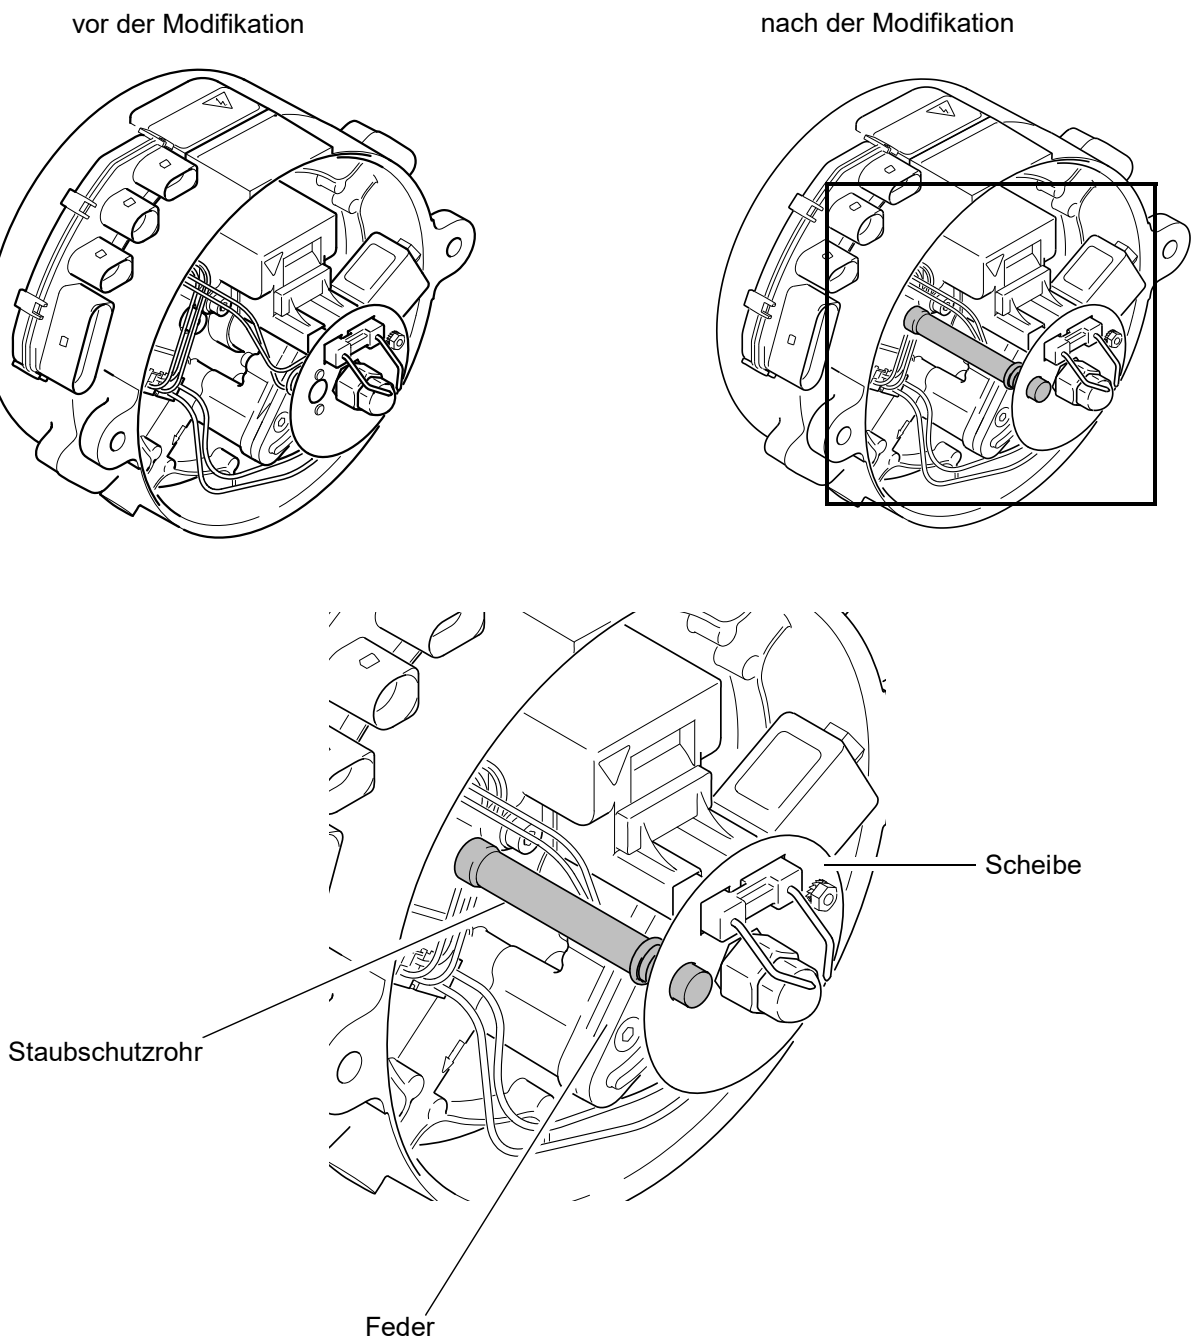
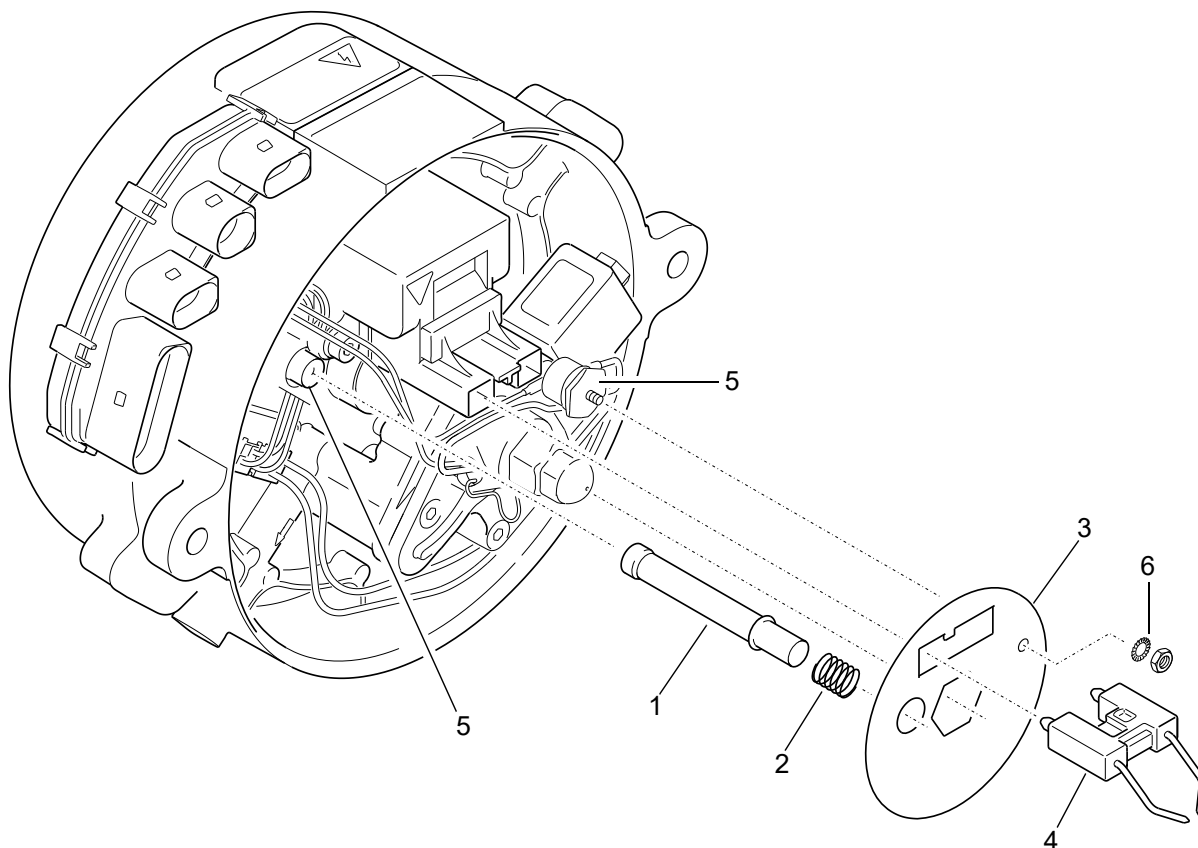

Abb. 901 Staubschutz Flammwächter
Abb. 902 Staubschutz Flammwächter - Montage
Der Flammwächter kann mit einem Staubschutz nachgerüstet werden. Dies erhöht die Sicherheit seiner Funktion und vermindert den Wartungsaufwand. Der Staubschutz besteht aus 3 Teilen (siehe Abb. 901/ Abb. 902): Staubschutzrohr (1), Feder (2) und Scheibe (3).
2. Zündelektrode (4, Abb. 902) ausbauen (siehe 8.6).
3. Wenn vorhanden, Thermostat (5) abschrauben.
4. Scheibe (3) abnehmen und entsorgen.
5. Neue Scheibe (3), Rohr (1) und Feder (2) vormontieren.
6. Neue Scheibe (3), Rohr (1) und Feder (2) zusammen platzieren: